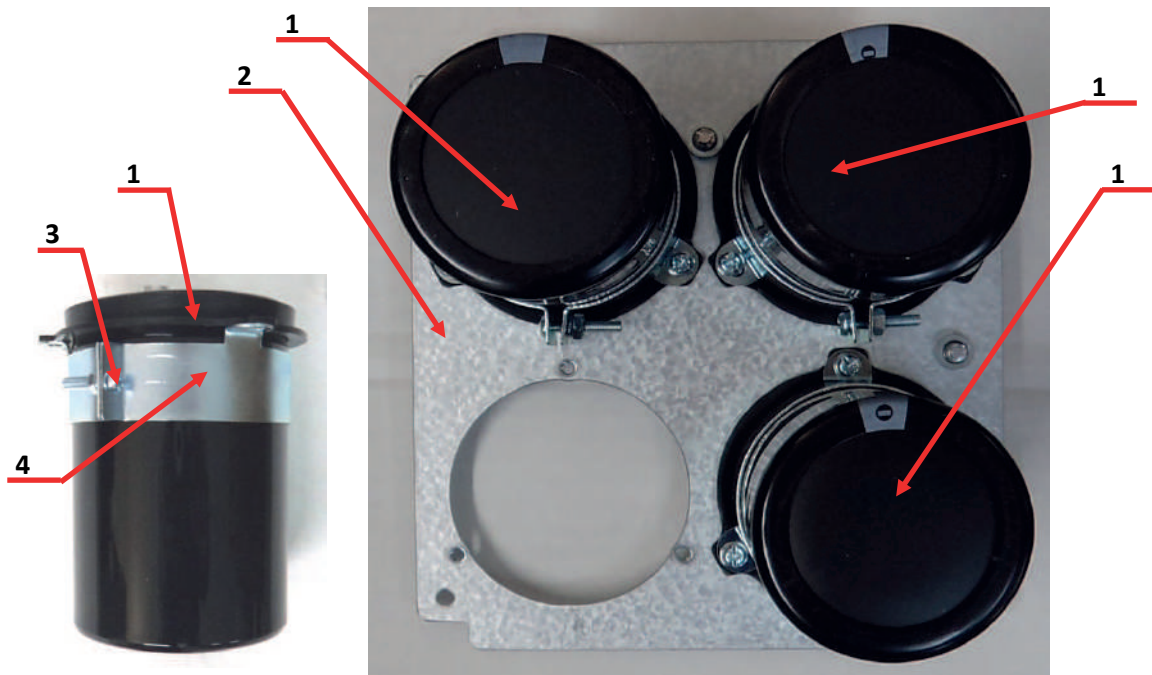

Рис.6.30
6.14.4. Снять конденсатор поз.1 (рис.6.30) с монтажной панели поз.2.
- 6.14.5. Ослабить винт поз.3, снять с конденсатора поз.1 крепёжный хомут поз.4 (рис.6.30) и положить его и конденсатор в тару 3.1.16.